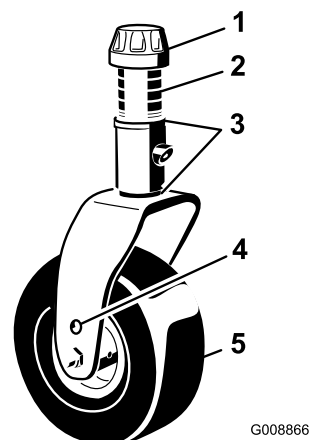

Figura 84
1. Togliete il tappo tenditore dall'asse del fusello ed estraete il fusello dal braccio della ruota orientabile (Figura 84).